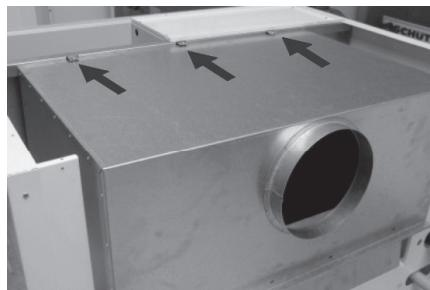

Рис.6
2. После снятия верхнего покрытия демонтировать прерыватель тяги. Прерыватель тяги закреплен 3 саморезющими винтами к внутренней стороне котла (рис. 6).